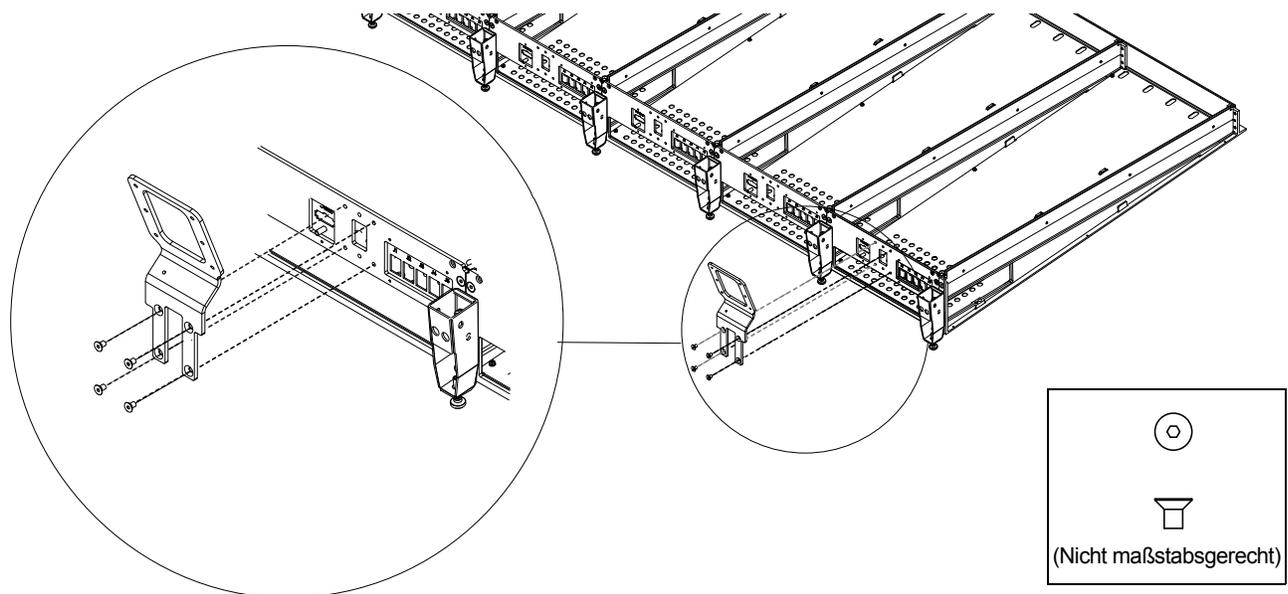

Abbildung 26. Anbringen der Anzeige-Modulhalterungen
- 2 Bringen Sie die erste Anzeige-Modulhalterung mithilfe der vier Flachkopfsechskantschrauben an den vier Löchern an, die sich in der Mitte jeder hinteren Unterlagsplatte befinden. Achten Sie auf die richtige Ausrichtung der Halterungen, wie in Abbildung 26 dargestellt. Bringen Sie keine Anzeige-Modulhalterung an dem Chassis an, das Ihre Master-Sektions-Module enthält.